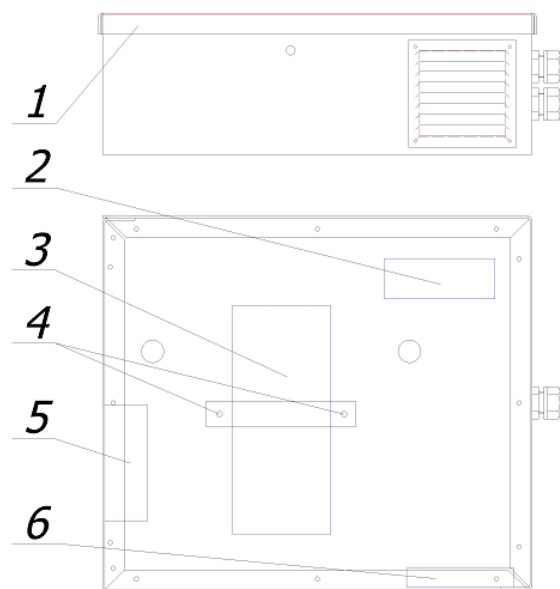

Рис. 6. Блок высоковольтного питания
1.4. Неисправен датчик потока (Рис. 6, поз. 5)	• Проверить датчик потока (Рис. 6, поз. 5) • Заменить неисправный датчик
2.5. Выход из строя Энергопреобразователя (Рис. 6, поз. 3)	- Заменить неисправный Энергопреобразователь - Порядок действий для замены Энергопреобразователя см. Раздел V, п. 2.1 данной Инструкции
3.3. Неисправен вентилятор охлаждения блока высоковольтного питания (Рис. 6, поз. 6)	Заменить неисправный вентилятор охлаждения блока высоковольтного питания (Рис. 6, поз. 6)
9.3. Неисправен Энергопреобразователь (Рис. 6, поз. 3);	• Заменить неисправный Энергопреобразователь • Порядок действий для замены Энергопреобразователя см. Раздел V, п. 2.1 данной Инструкции
Позиции на Рис. 6:
- a. Открыть крышку блока (Рис. 6, поз. 1)
- b. Отсоединить провода питания ЭРА от клеммной колодки (Рис. 6, поз. 2)
- d. Отвинтить крепежные шпильки (Рис. 6, поз. 4)
- a. Прозвонить датчик на клеммной колодке (Рис. 6, поз. 2) – нормально разомкнут, при воздействии замыкается